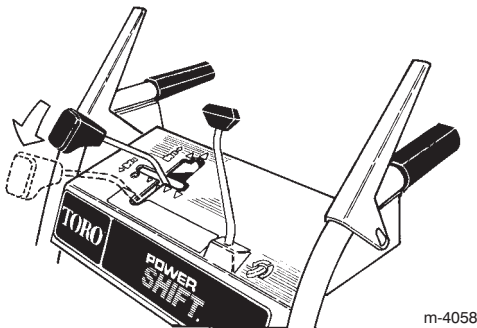

Bild 11
8. Bringen Sie die Räder in die **hintere** Power Shift-Position, indem Sie an den Handgriffen nach oben ziehen und den Schalthebel ganz nach vorne bewegen (Bild 11).